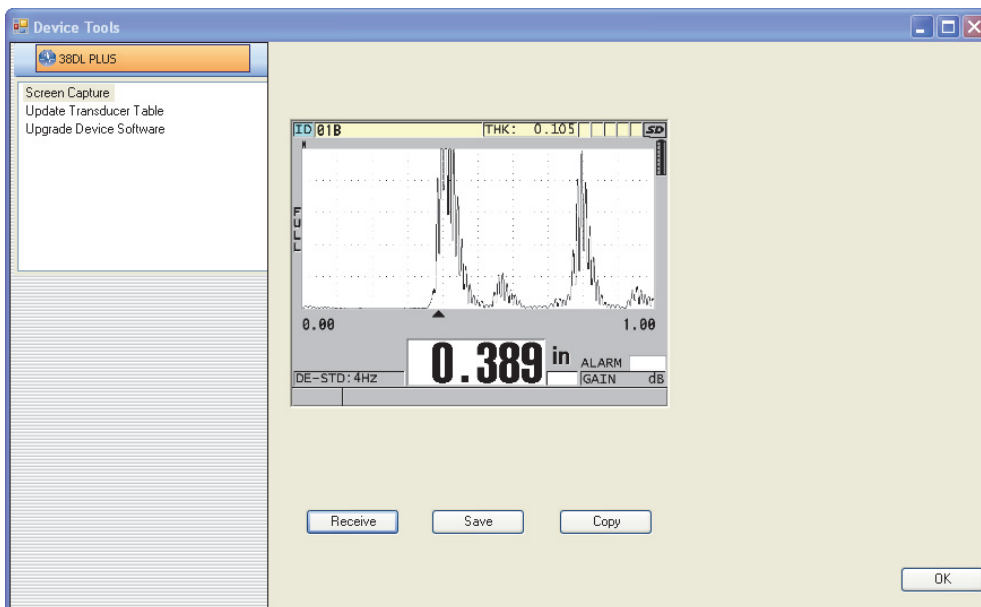

Figura 14-11 Captura de pantalla en el cuadro de diálogo Device Tools
- b) En el cuadro de diálogo **Device Tools** (ver Figura 14-11 en la página 297), seleccione **Screen Capture** y, después, **Receive**.